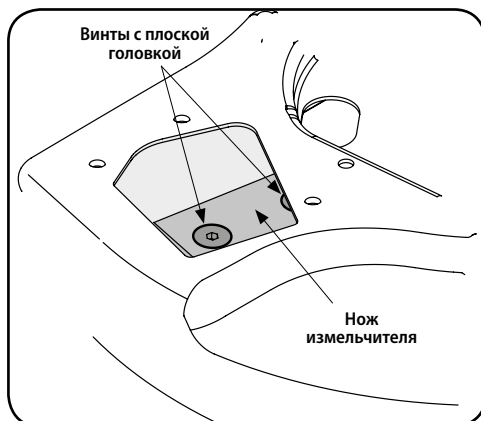

Рисунок 5-8
9. Используя ключ-шестигранник на 3/16 дюйма, выкрутите винты с плоской головкой, которыми нож измельчителя крепится к крыльчатке. Эти винты доступны через отверстие, созданное при более раннем отсоединении канала измельчителя. См. рисунок 5-8.